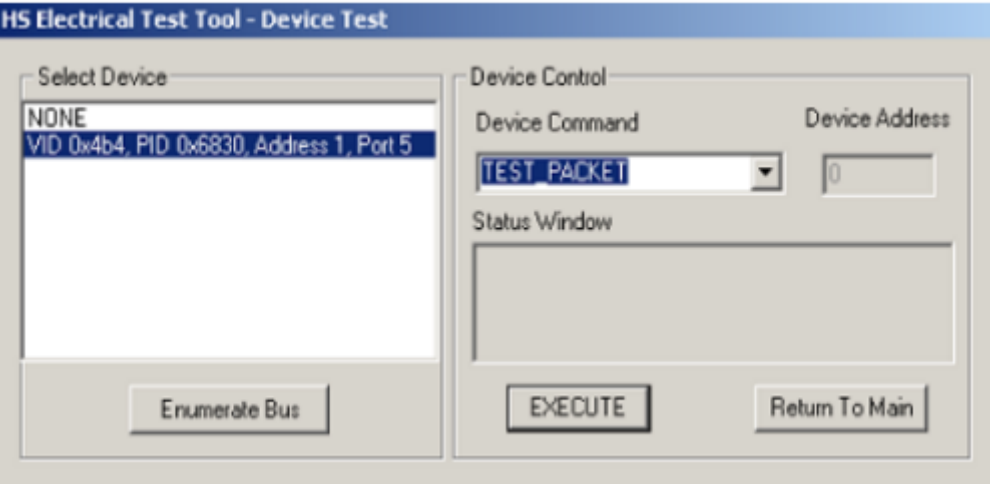
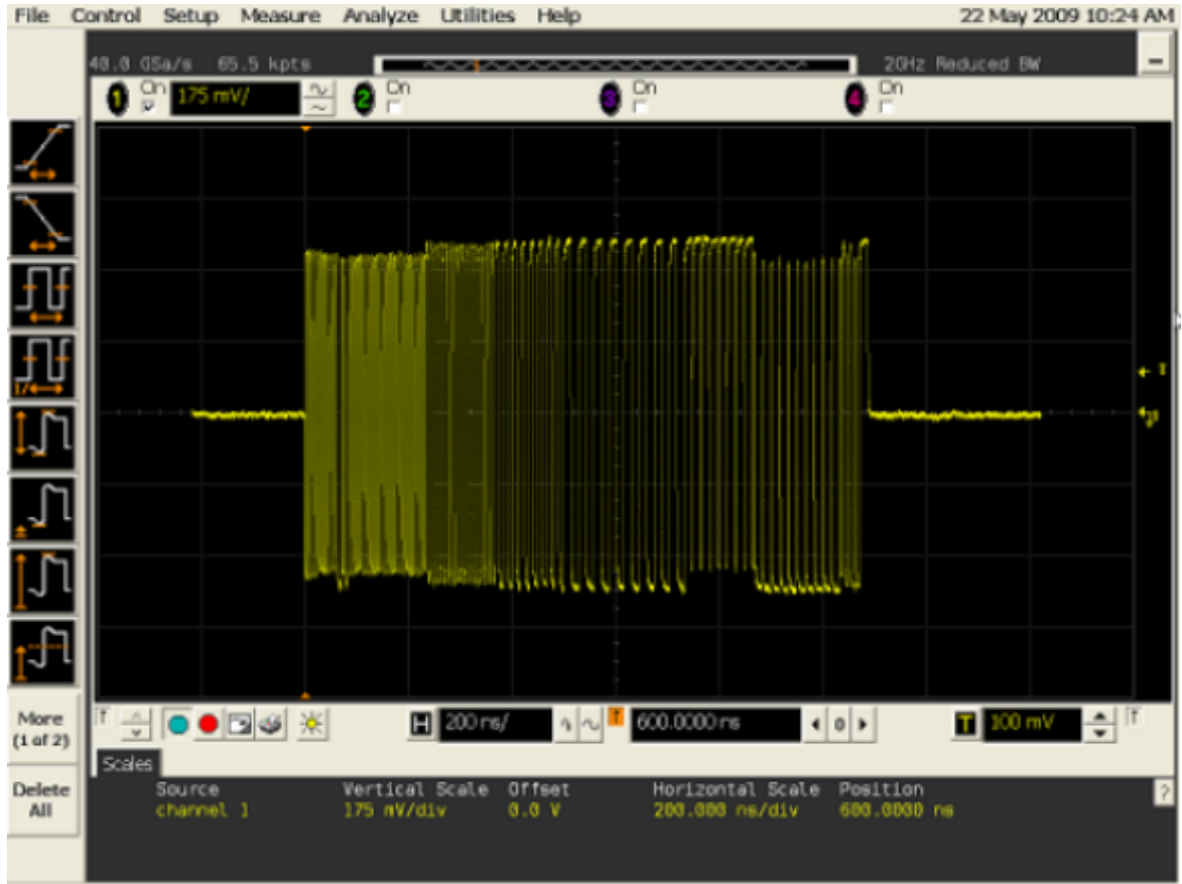

图 2 选择测试设备和测试命令
图 3 测试波形
3. 如图 2 所示，选择要测试的设备和测试命令“TEST PACKET”，然后点击“EXECUTE”按钮所示，执行完上述操作后，USB 控制器就会自动进入 Test Packet Mode，并连续发送周期性的测试包，测试波形如图 3 所示：